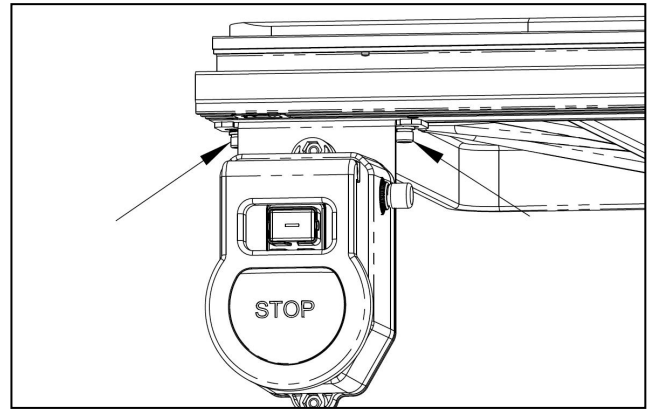

Abb.9
5.4.5 Installation der Schalter (Abb.9)